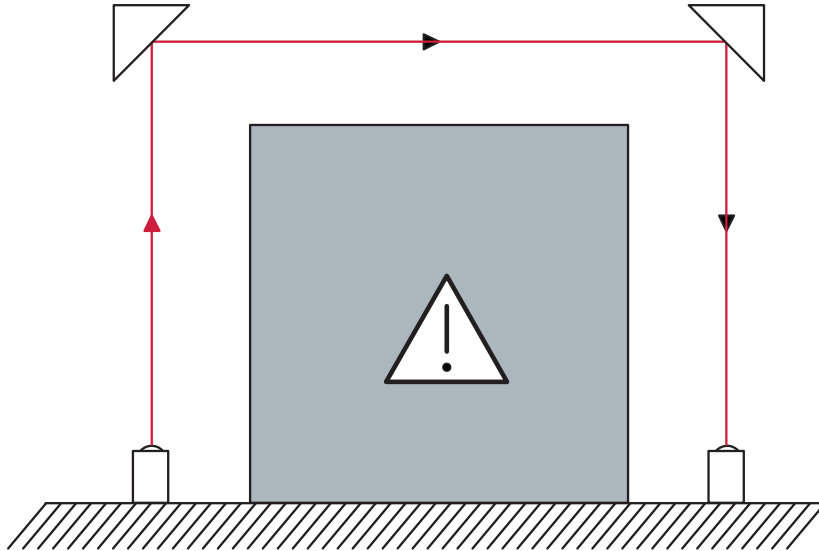

Figure 6.5 : Disposition des miroirs de renvoi
- Disposition des miroirs de renvoi de manière à ce que l'axe optique passe au centre du miroir (Voir Figure 6.5 :).